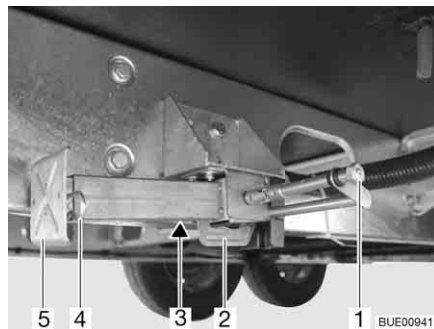

Fig. 23 Piedino di stazionamento
- Inserire la chiave a tubo nell'esagonale (Fig. 23,1) e ruotare fino a quando il piedino di stazionamento non si trova in posizione verticale verso il basso.
- Se la lunghezza del piedino di stazionamento è regolabile, sfilare la copiglia (Fig. 23,4) dal piede del prolungamento (Fig. 23,5).
- Inserire la chiave a tubo nell'esagonale (Fig. 23,1) e ruotare fino a quando il piedino di stazionamento non si stacca dal terreno.
- Spingere completamente all'interno il prolungamento dell'estremità del piedino (Fig. 23,5) e inserire la copiglia (Fig. 23,4) nel foro apposito.
- Girare sull'esagonale (Fig. 23,1), finché il piedino di stazionamento è orientato verso l'alto e la guida (Fig. 23,2) si trova proprio alla fine della scanalatura (Fig. 23,3).